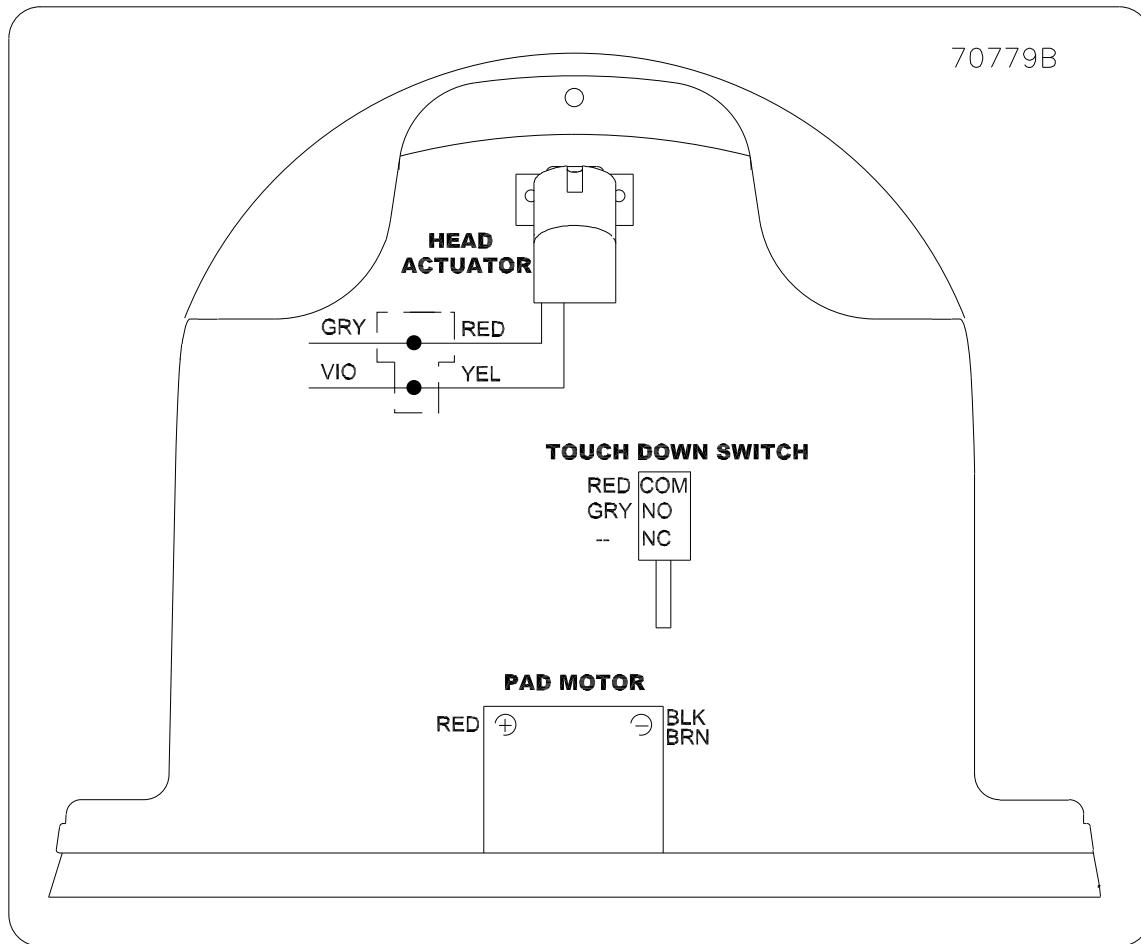

Figura 13
1. Para inspeccionar las baterías, incline la cubierta de las mismas. Consulte la figura 13.
Ajuste del interruptor limitador del cabezal de la almohadilla: (consulte la figura 13)